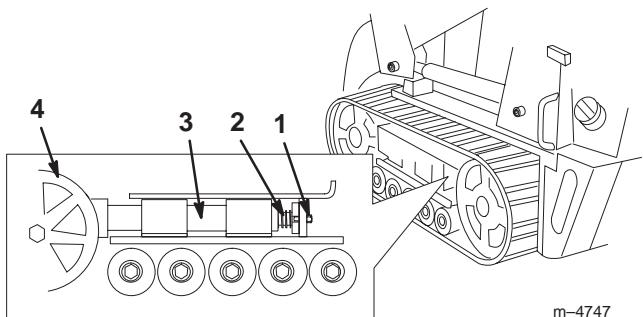

Bild 36
3. Entfernen Sie die Befestigungsschraube und Mutter (Bild 36).
5. Richten Sie die am nächsten liegende Kerbe in der Spannschraube mit dem Loch der Befestigungsschraube aus und befestigen Sie die Schraube mit der Befestigungsschraube und Mutter (Bild 36).
4. Lösen Sie die Antriebsspannung mit einem Sechskantschlüssel (1/2 Zoll), indem Sie die Spannschraube im Uhrzeigersinn drehen (Bild 36 und 37).
4. Lösen Sie die Antriebsspannung mit einem Sechskantschlüssel (1/2 Zoll), indem Sie die Spannschraube im Uhrzeigersinn drehen (Bild 36 und 38).